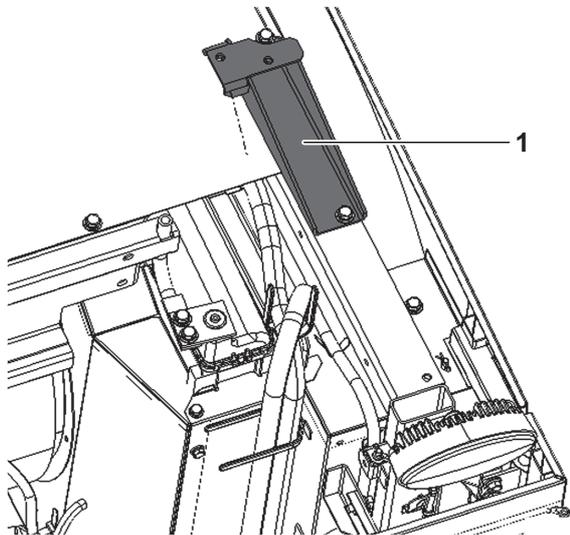

図 2-20
エンジンルーム右後上側に固定座 (1) をボルト M8×20 (2本) で組み付けます。(図 2-20)